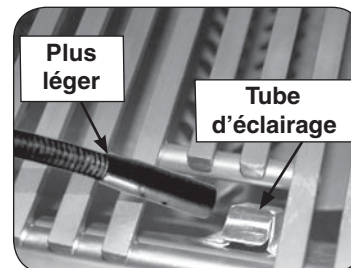

Fig. 28-2 Éclairage manuel via un tube d'éclairage
**ATTENTION:** Attendez toujours cinq (5) minutes le gaz pour se dégager après que n'importe quelle tentative non réussie d'éclairage.
2. Passez un allumeur brûlant de butane de long-baril ou une allumette brûlante de long-tige dans la grille à cuire s'ouvrant au dessus du tube d'éclairage. (Fig. 28-2). Pour les brûleurs de dos ou les brûleurs infrarouges, maintenez la flamme contre la surface du brûleur de brûleurs arrière / infrarouge.